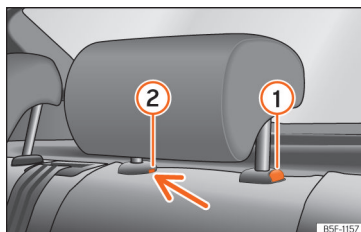

Fig. 100 Apoyacabezas trasero: desmontaje.
- Pulse la tecla » » fig. 100 ① , apretando a la vez por el orificio del seguro ② con un destornillador plano de máximo 5 mm de anchura y retire el apoyacabezas.